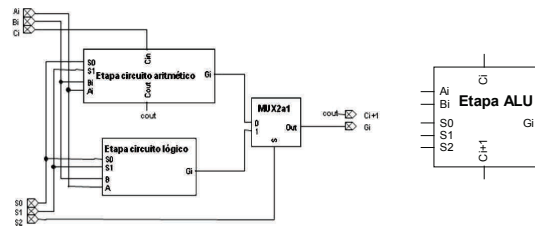
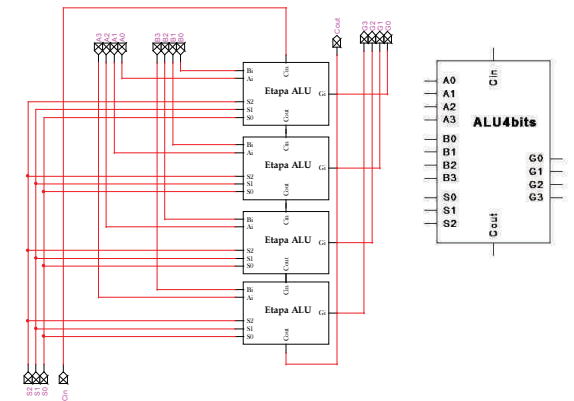
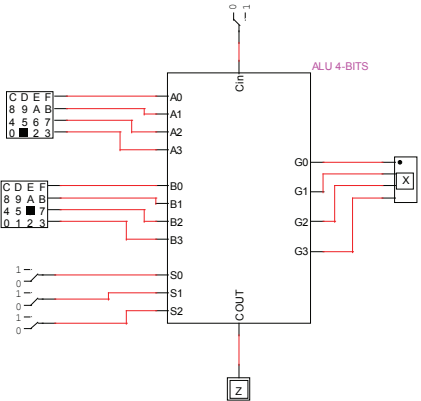

Figura 3.3. Estructura de la Etapa ALU de un bit.
Figura 3.4. Estructura completa de la ALU para palabras de 4 bits.
Figura 3.5. Circuito de prueba de la ALU de 4 bits.
En la Figura 3.3 se ilustra el diseño y “encapsulado” de la Etapa ALU de un bit que integra los módulos anteriores de la Figura 3.2.
En la Figura 3.4 se ilustra el diseño y “encapsulado” de una ALU de 4 bits, utilizando 4 Etapas ALU de un bit, como las diseñadas en la Figura 3.3.
2. Realice en LogicWorks la ALU de la Figura 3.4 y el **circuito de prueba de la Figura 3.5**. Para ello, use (de la biblioteca *Simulation IO.clf*) dos componentes HEX KEYBOARD wo/STB para generar los datos  $A_3A_2A_1A_0$  y  $B_3B_2B_1B_0$ , un componente HEX\_DISPLAY para visualizar las salidas  $G_3G_2G_1G_0$ , cuatro BINARY SWITCH para generar las señales  $S_2S_1S_0C_{in}$ , y un BINARY PROBE para visualizar la salida  $C_{out}$  y así realizar la prueba experimental del circuito.